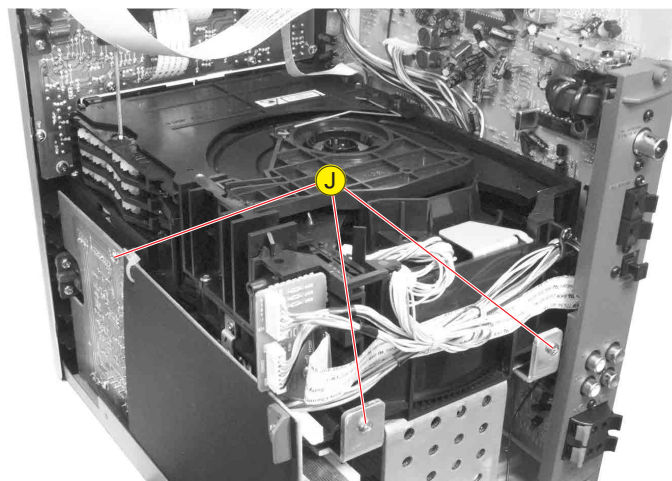

Fig. 5
- 3 Schrauben (J) (Fig. 5) herausdrehen.
- Undo 3 screws (J) (Fig. 5).